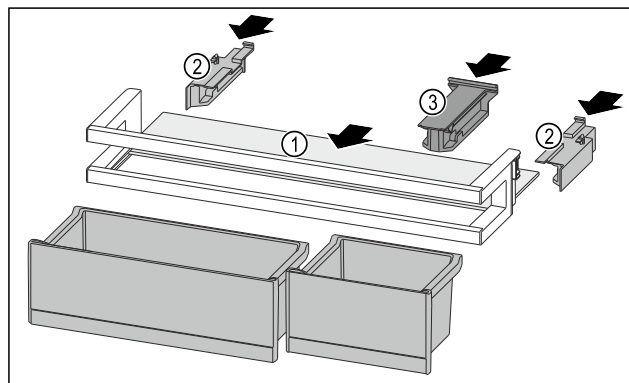

Fig. 218
- Abstellfläche Fig. 218 (1) in die seitlichen Aussparungen einschieben.
- Seitenteile Fig. 218 (2) einsetzen.
- Halteteil Fig. 218 (3) einsetzen.